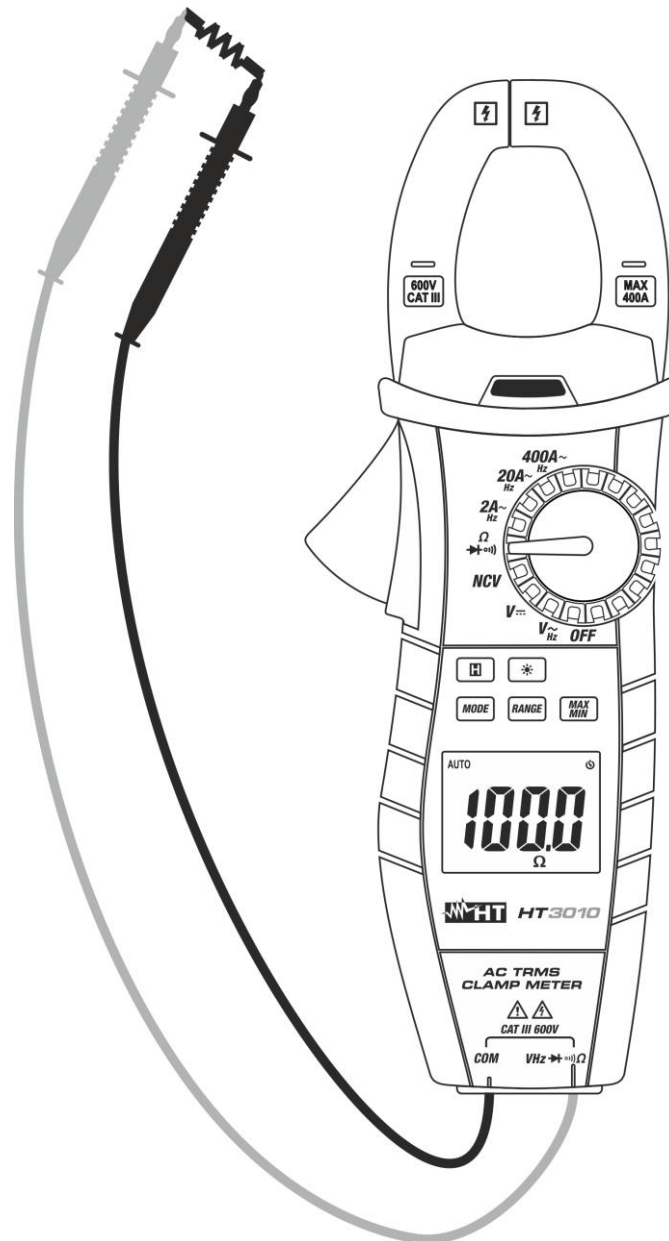

Fig. 6: Uso del instrumento para medida de Resistencia
3. Posicione las puntas de prueba en los puntos deseados del circuito en examen (vea Fig. 6). El valor de la resistencia se mostrará en pantalla